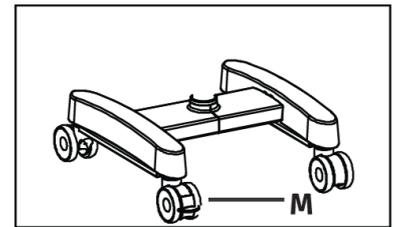

Abb. 48
Verhindert, dass sich der Ständer ungewollt bewegt, indem die beiden Bremsen an den Lenkrollen heruntergedrückt werden. Zum Entriegeln den oberen Teil der Bremse drücken. Siehe (M) Abb. 48.